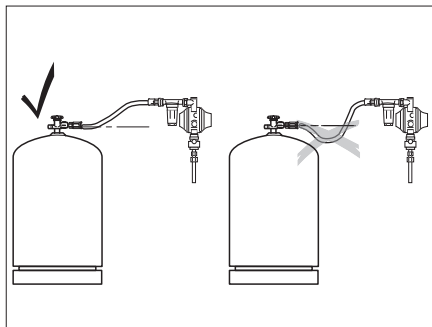

Fig. 249 Colocar la manguera de alta presión
- ▶ Al tender la manguera de alta presión, asegurarse de que la manguera se eleve de manera constante (Fig. 249).